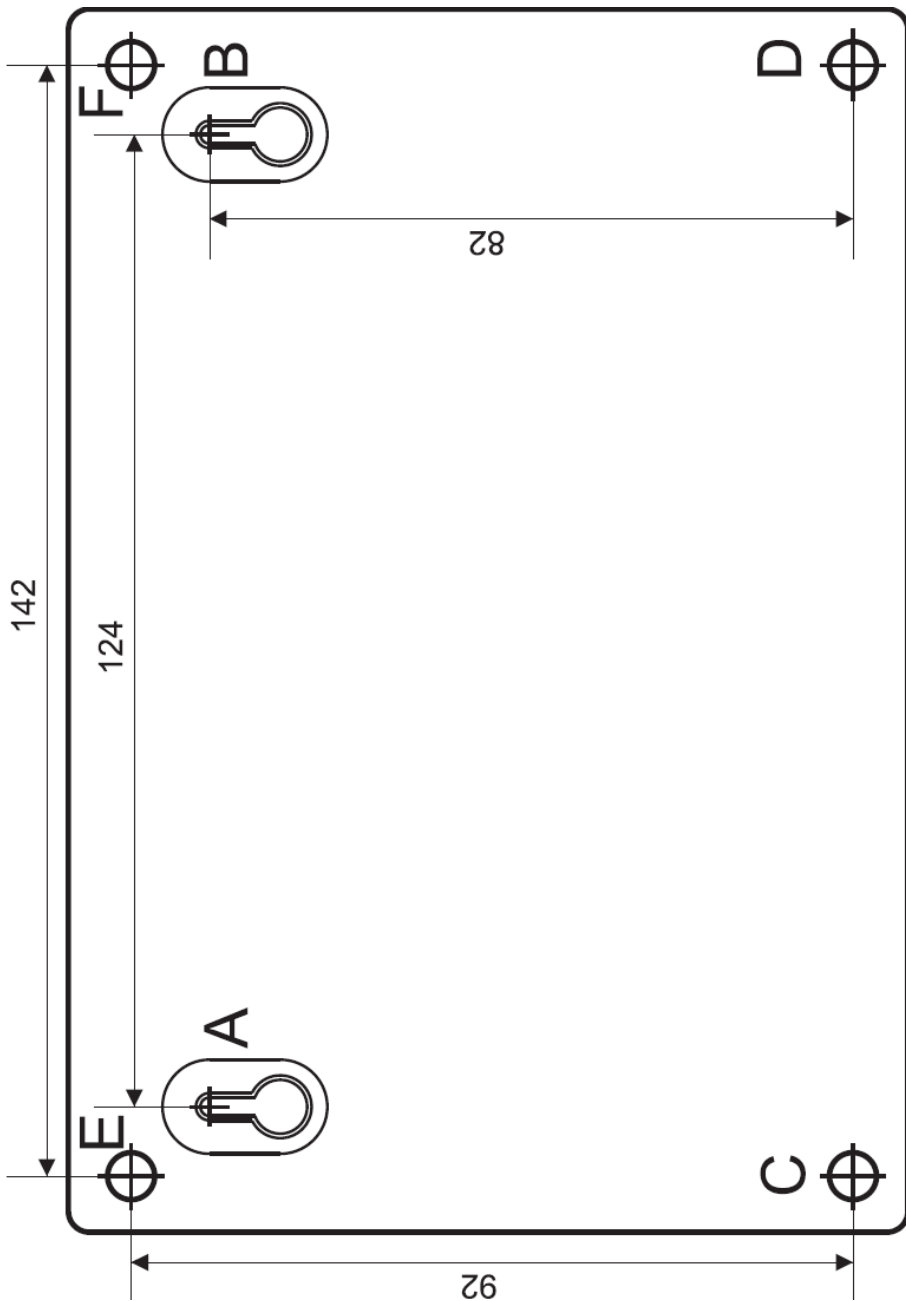

Рисунок 5. Шаблон для монтажа
2.3 Монтаж соединительных линий производится в соответствии со схемой, приведённой на рис. 5.